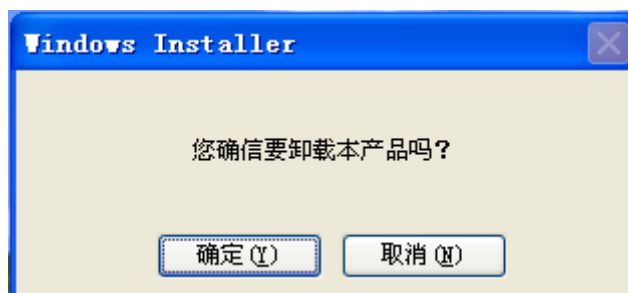

图 2.2-5 卸载向导步骤二
(1). 步骤一：依循“开始->所有程序 (P) ->通信前置机 (CMS) ->通信前置机(CMS)卸载”，选择单击开始菜单中的“通信前置机(CMS)卸载”。
(2). 步骤二：卸载向导进入图 2.2-5 所示画面，单击“确定(Y)”，等待完成软件卸载。